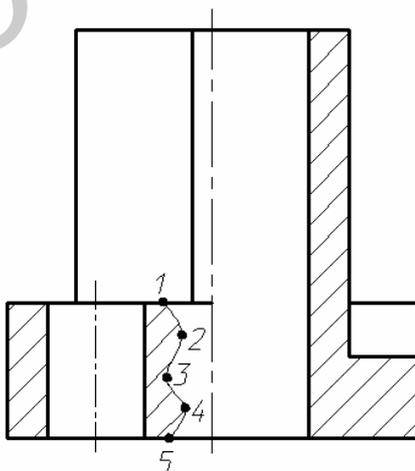

Рис. 21. Построение сплайна
Построим сплайн (рис. 21).
6. Для завершения построения нажмем на клавиатуре три раза клавишу **Enter**. Прорисовывается волнистая линия, как на рис. 21.